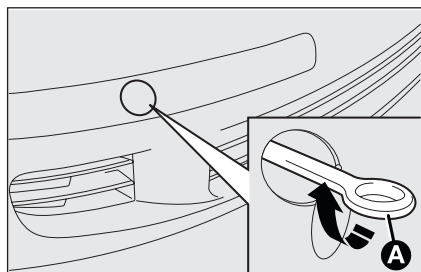
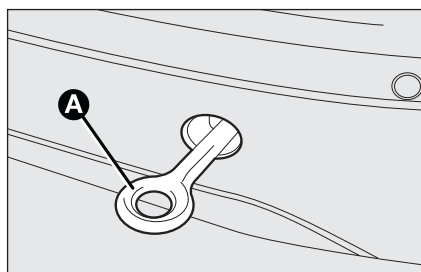

fig. 45
fig. 46
- ❑ avvitare a fondo l'anello sul perno filettato posteriore **fig. 46** od anteriore **fig. 45**.